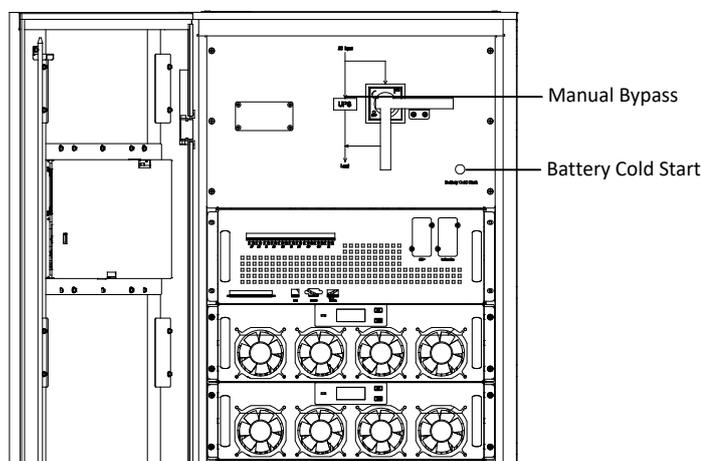
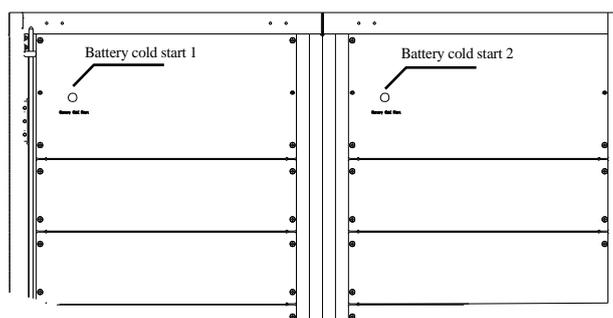

Fig.5-1 Postazione pulsante cold start di un cabinet a 10 moduli
Fig.5-2 Postazione pulsanti cold start di un cabinet a 20 moduli
2. Premere il pulsante rosso di cold start (vedi fig. 5-1). Il sistema è alimentato dalla batteria. Nell'UPS a 20 moduli ci sono due pulsanti di cold start, uno per cabinet (vedi fig. 5-2).